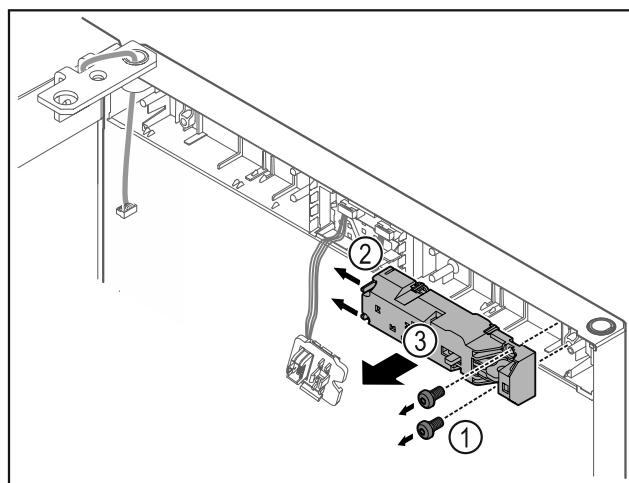

Fig. 18
- ▶ Отстранете винтовете Fig. 18 (1).
- ▶ Натиснете фиксиращия палец Fig. 18 (2) настрани и свалете дистанционната ключалка Fig. 18 (3).